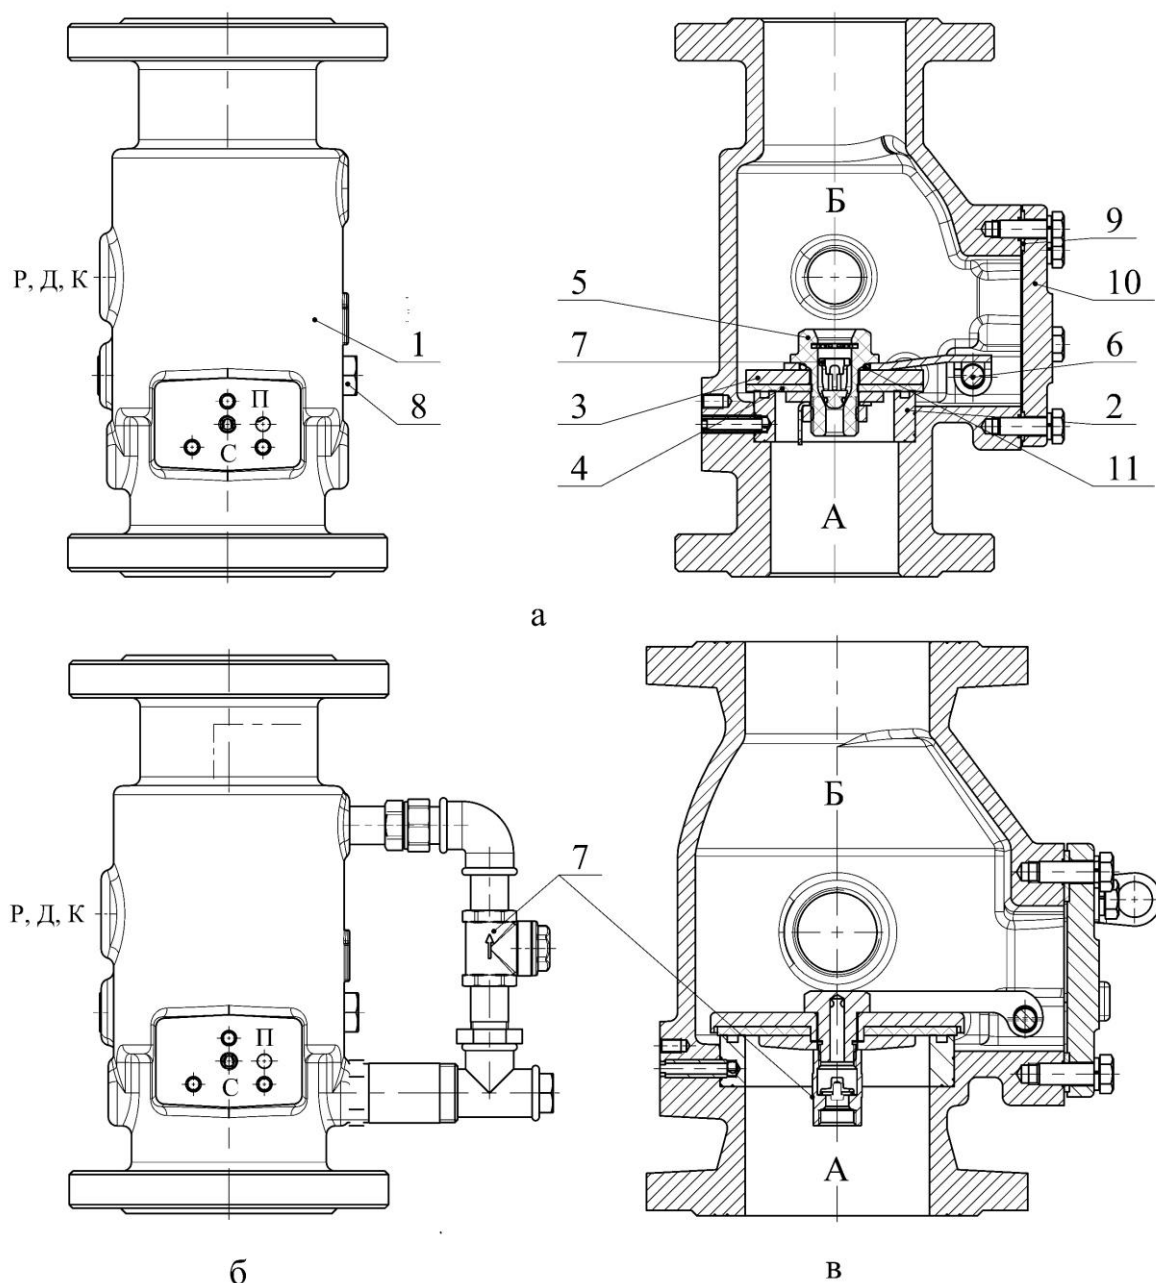

Рисунок 1 - Клапан сигнальный спринклерный «Баге плюс»
5.1 Основным элементом УУ является клапан (К) сигнальный спринклерный «Баге плюс». Клапан – нормально закрытое запорное устройство, предназначенное для пуска огнетушащего вещества и выдачи управляющего гидравлического импульса. Клапан (К) (рисунок 1а) состоит из корпуса 1, с входным «А» и выходным «Б» отверстиями, затвора 3, установленного шарнирно на оси 6, которая фиксируется от смещения двумя пробками 8. Необходимое уплотнение, между затвором 3 и седлом 2, обеспечивается резиновой пластиной 4, закрепленной на затворе при помощи болта 5 со встроенным клапаном обратным, который выполняет роль компенсатора для подпитки питающего трубопровода. В более ранних модификациях в качестве компенсатора использовался клапан обратный с болтанкой который устанавливался в обводной ветке для DN 65, 80 и накручивался на затвор в DN 100, 150 (рисунок 1б, 1в соответственно). Клапан обратный 7, препятствует сбросу давления в питающем трубопроводе при его уменьшении в подводящем трубопроводе. Уплотнительное кольцо 11 установлено под фланцем болта с обратным клапаном обеспечивает герметичность. Для ремонта и обслуживания клапана, в его корпусе предусмотрено окно, закрытое крышкой 10 с прокладкой 9.
- снять крышку 10 (рисунок 1), открутить пробки 8, вынуть ось 6, вынуть затвор 3;